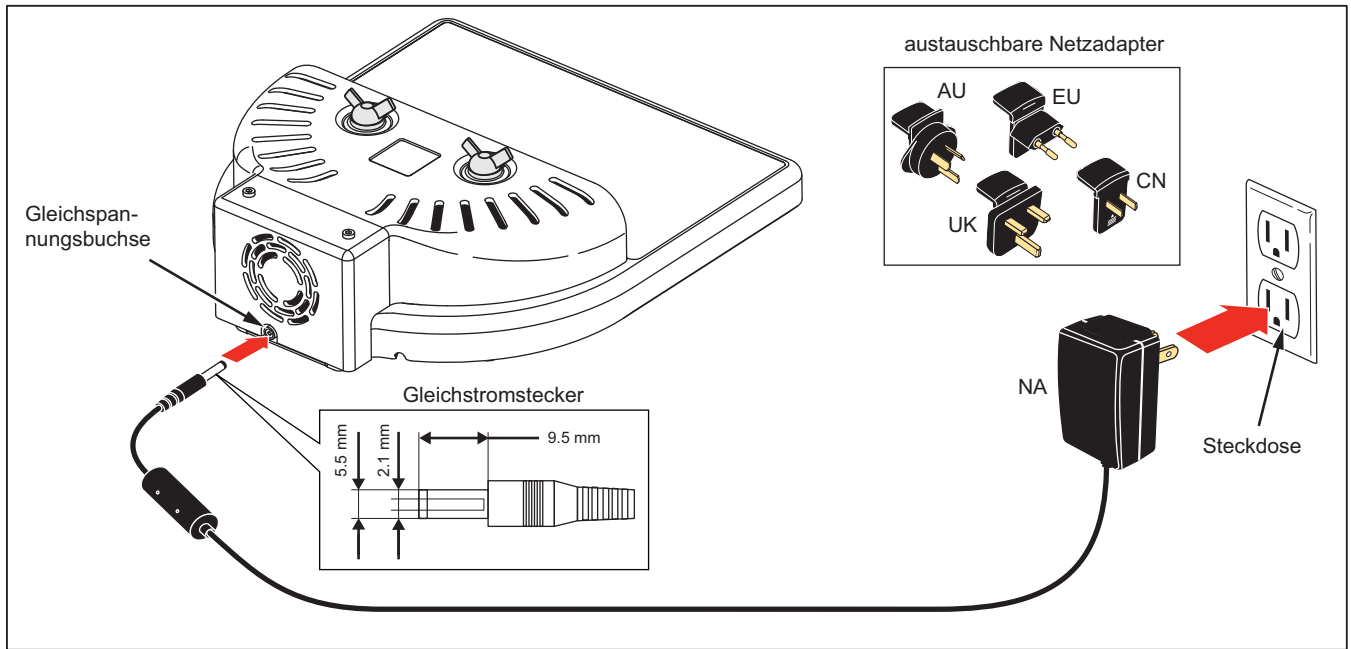

Abbildung 1. Anschlüsse der Gleichspannungsversorgung
3. Den Gleichstromstecker der Gleichspannungsversorgung in die Gleichspannungsbuchse an der Rückseite der Spule einstecken. Siehe Abbildung 1.